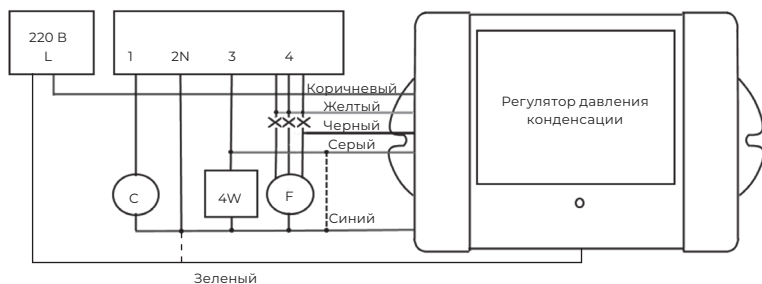

Рис. 6
- В случаях, когда двигатель вентилятора имеет несколько обмоток, требуется определить обмотку, отвечающую за максимальную скорость. К данной обмотке подключается черный провод регулятора. Остальные проводники также разрываются и изолируются со стороны вентилятора. Все оставшиеся свободными проводники скоростей вентилятора, идущие от схемы управления, соединяются с желтым проводом. (рис. 6)